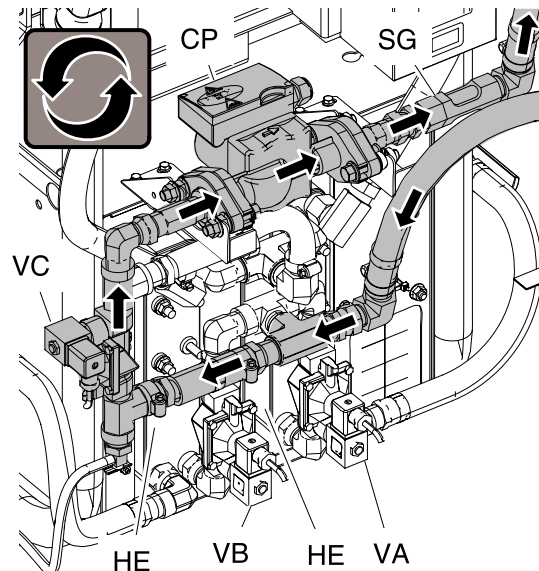

Figure 19 Boucle de liquide de refroidissement du doseur - Vannes A et B Valves fermées (chauffage de produit)
Lorsque les vannes de commande (VA, VB) sont fermées, les produits A et B ont atteint leur température cible. Le liquide de refroidissement coule dans la vanne de commande de dérivation (VC), la pompe de circulation (CP), la fenêtre (SG), la bouteille de remplissage en liquide de refroidissement du doseur (HF) et revient par l'échangeur thermique dans la boucle de liquide de refroidissement du moteur. Voir Fig. 19.